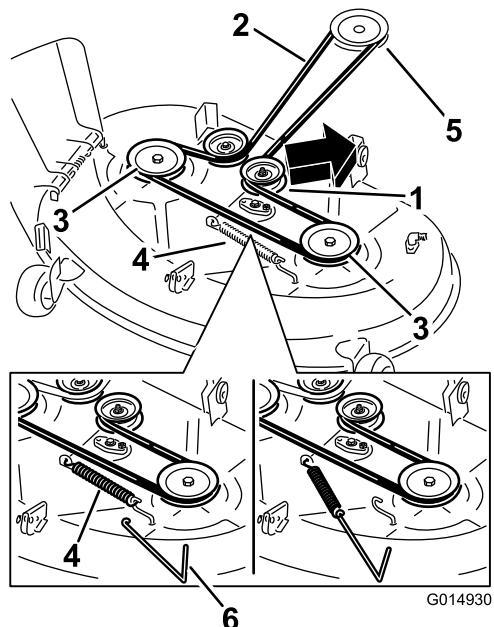
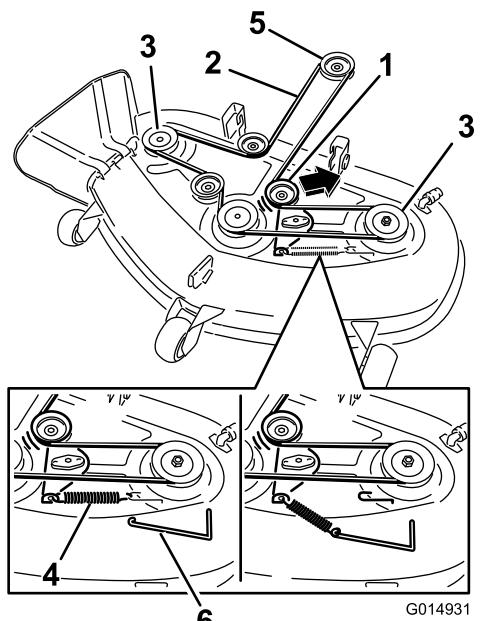

Figura 69
Figura 70
4. Servendovi di un attrezzo per la rimozione delle molle (n. cat. Toro 92-5771), sganciate la molla di rinvio dal gancio del piatto di taglio per eliminare la tensione dalla puleggia e togliete la cinghia dalle pulegge (Figura 69 e Figura 70).
5. Montate la nuova cinghia attorno alla puleggia del motore ed a quelle del tosaerba (Figura 70).
6. Servendovi di un attrezzo per la rimozione delle molle (n. cat. Toro 92-5771), agganciate la molla di rinvio al gancio del piatto di taglio per mettere in tensione la puleggia tendicinghia e la cinghia. ((Figura 69 e Figura 70)).